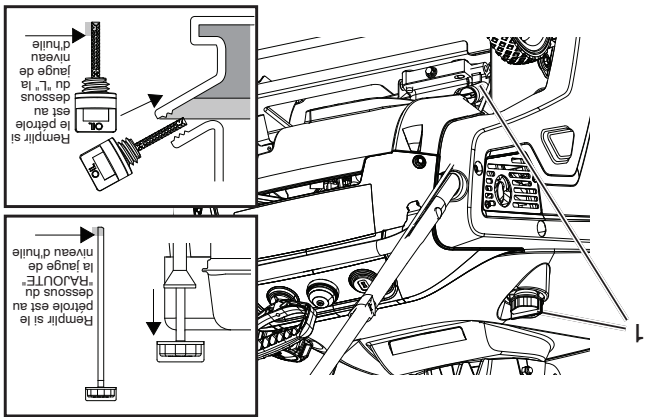

Figure 9
2. Nettoyer la zone autour de la jauge (Figure 9).